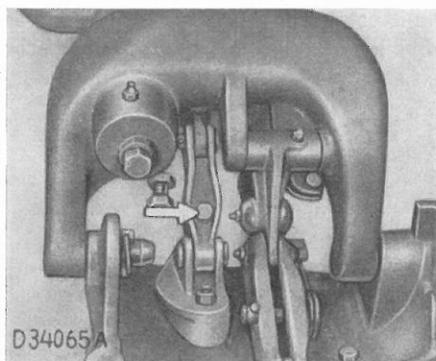

fig. 153 Vis d'arrêt
d) **Fauchage en pente:** La barre de coupe permet de faucher en conditions normales jusqu'à une pente de 15 à 20° vers le bas. En tournant vers l'arrière la vis d'arrêt (fig. 153) de la charnière on peut augmenter l'inclinaison de coupe jusqu'à 35°. Si l'on veut relever la barre de coupe en position de route, il faut remettre la vis d'arrêt dans sa position initiale avant de relever la barre de coupe.